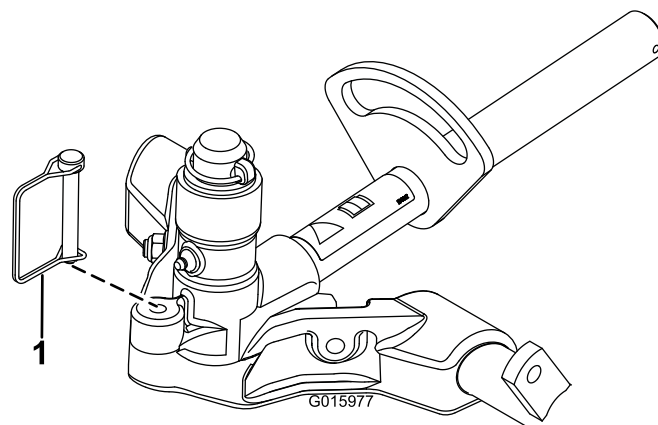

図 17
11. Tカッティングユニットを首振りしないようにロック固定するには、スナッパピンを使ってピボットヨークをキャリアフレームに固定します 図 17。